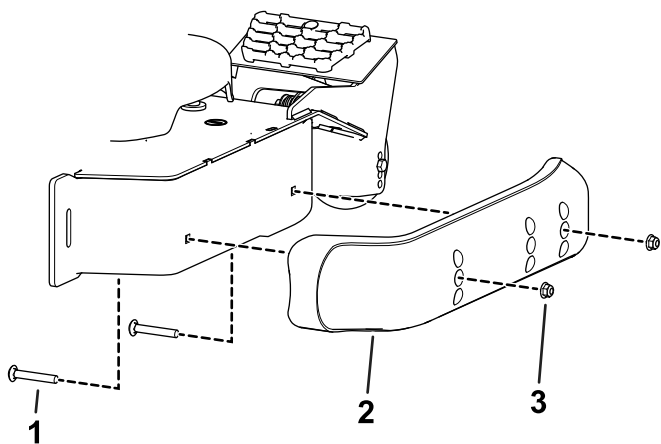

图 14
- 将防滑块移到所需位置并用凸缘头螺栓和螺母将其固定到滚刀组 **图 14**。